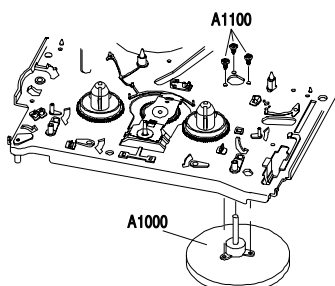

Fig. 5
- 3 Schrauben (Pos. A1100, Fig. 5) herausdrehen.
- Capstanmotor (Pos. A1000, Fig. 5) aus dem Laufwerk nehmen. Die Capstanwelle darf dabei nicht das Laufwerk berühren.